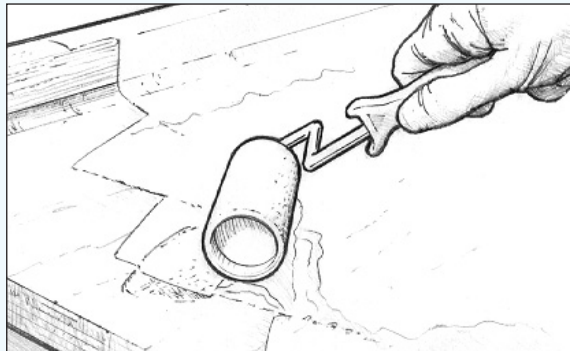

Figura 21 Pre-encole las superficies porosas antes de aplicar la mezcla de enmasillado.
2. Pre-encole las superficies porosas con mezcla de resina/endurecedor (Figura 21).